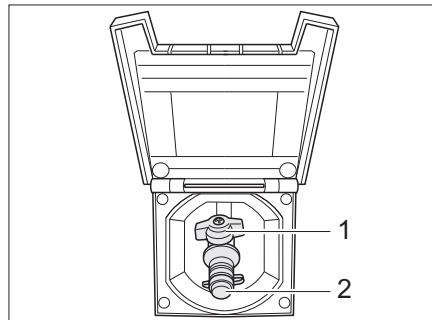

Bild 80 Externer Gasanschluss, Gasabsperrentil geschlossen
Der externe Gasanschluss (Bild 80) befindet sich je nach Modell am Heck oder auf der linken bzw. rechten Fahrzeugseite.
- Externes Gasgerät an der Anschluss-Stelle (Bild 80,2) anschließen.
- Das Gasabsperrentil (Bild 80,1) öffnen.